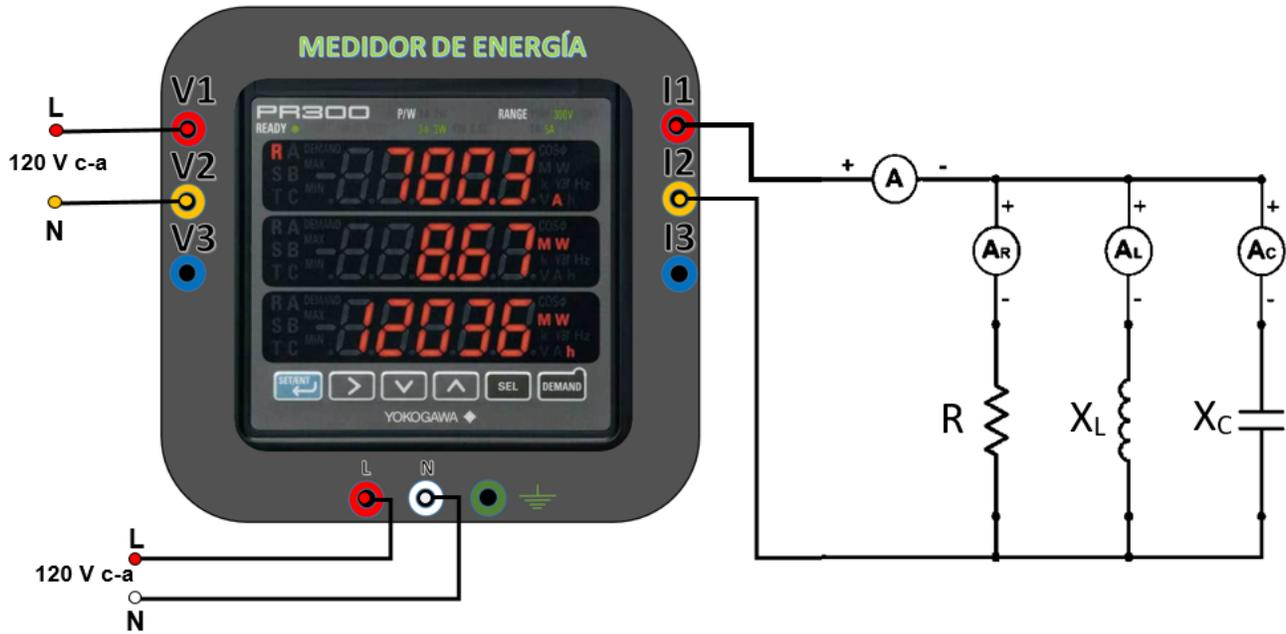

Figura 8.3
8.6. Arme el circuito mostrado en la figura 8.3.